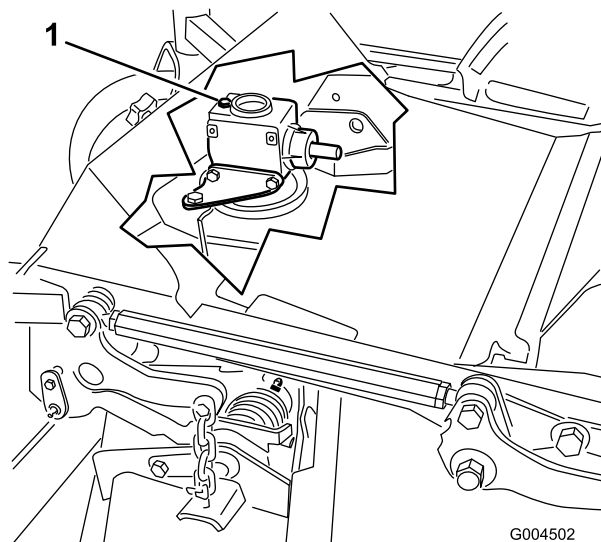

Рисунок 38
6. Извлеките щуп/снимите пробку заливной горловины с крышки редуктора (Рисунок 38) и убедитесь в том, что уровень масла находится между отметками на щупе.
6. Извлеките щуп/снимите пробку заливной горловины с крышки редуктора (Рисунок 38).